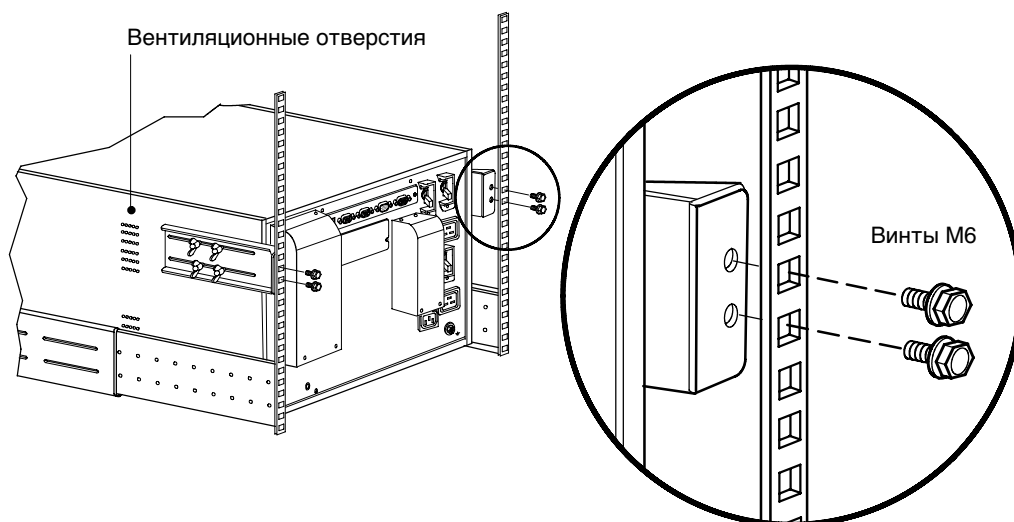

Рисунок 23. Крепление дополнительных сейсмоустойчивых кронштейнов ИБП
17. При установке дополнительных сейсмоустойчивых кронштейнов закрепите кронштейны ИБП на стойке с помощью четырех крепежных винтов М6, как показано на рис. 23.